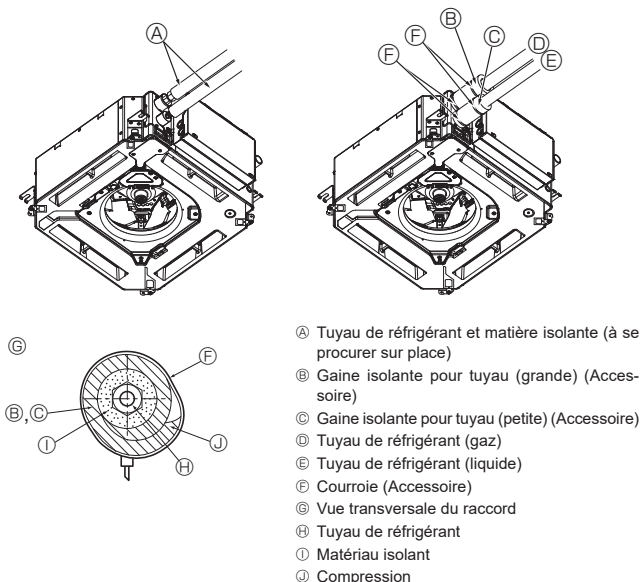

Fig. 5-8
5.5. Connexion des tuyaux (Fig. 5-8) appareil intérieur